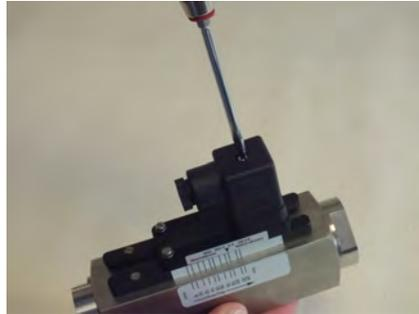

Abb. 65: Steckerdose lösen
- 1.** ▶ Mit einem Schlitzschraubendreher die Befestigungsschraube (Abb. 65) der Steckerdose lösen